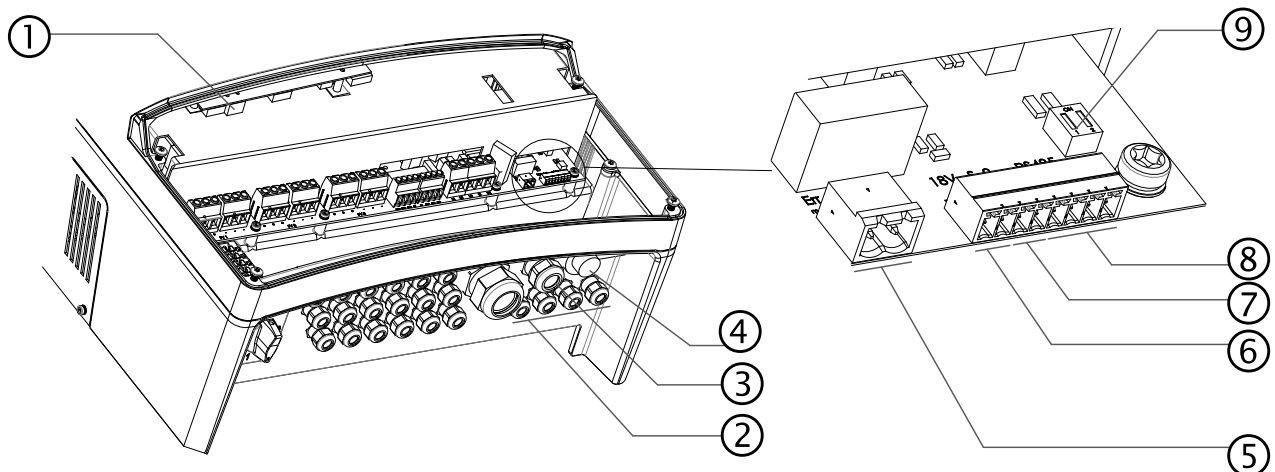

Abb. 11: Anschlussbereich - Anschluss der Schnittstellen
Die RS485-Schnittstelle befindet sich auf der Anschlussplatine. Die Ethernet-Schnittstelle befindet sich auf der Unterseite der Steuerplatine. Beide Anschlussorte liegen hinter dem Deckel für den Anschlussbereich. Verwenden Sie die vorgesehenen Kabelverschraubungen (siehe Abbildung 11).
1. Kabelverschraubung lösen (siehe Abbildung 11 auf Seite 22) und Verschluss abnehmen.
5. Ethernetkabel an die Ethernet-Schnittstelle anschließen (siehe Abbildung 11 auf Seite 22).
1. Kabelverschraubung lösen (siehe Abbildung 11 auf Seite 22).
- LI2YCYv (TP) schwarz für Außen- und Erdverlegung 2 x 2 x 0,5
- LI2YCY (TP) grau für trockene und feuchte Räume 2 x 2 x 0,5
3. Anschlusskabel an die vorgesehenen Anschlussklemmen anschließen (siehe Abbildung 11 auf Seite 22).